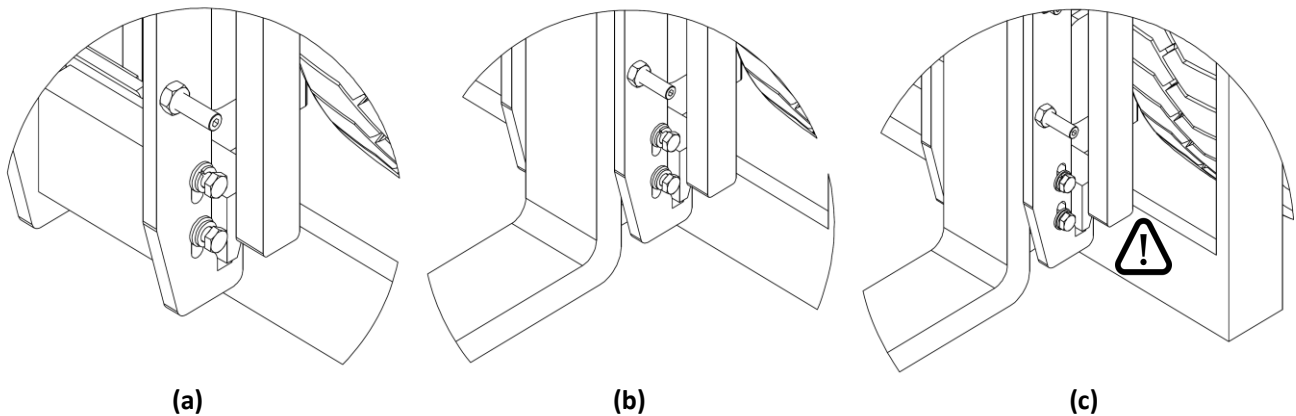

Abbildung 13
1. Lösen Sie die Seitenschrauben des unteren Hakens der Gabelzinken, damit Sie ihn bis ans äußere obere Ende des Lochs schieben können. Halten Sie ihn in dieser Position, bis der Gabelzinken angebracht ist (siehe *Abbildung 13, a*).
2. Positionieren Sie den Gabelzinken (siehe *Abbildung 13, b*).
3. Schieben Sie den Haken auf seine ursprüngliche Position und schrauben Sie die Schrauben, die ihn halten, wieder fest (siehe *Abbildung 13, c*).